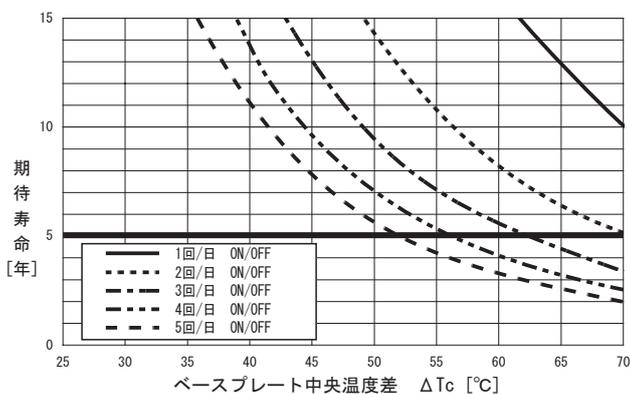

図6.1 熱疲労による期待寿命グラフ
■図 6.1 に当社加速試験結果を元に算出した 1 日の ON/OFF 回数とアルミベースプレートの測定ポイント A における温度差（出力ディレーティング参照） ΔT_c に対する製品の期待寿命を示します。
■無償補償期間5年ですが、図6.1に示す期待寿命が5年未満の場合、この寿命を無償補償期間とします。